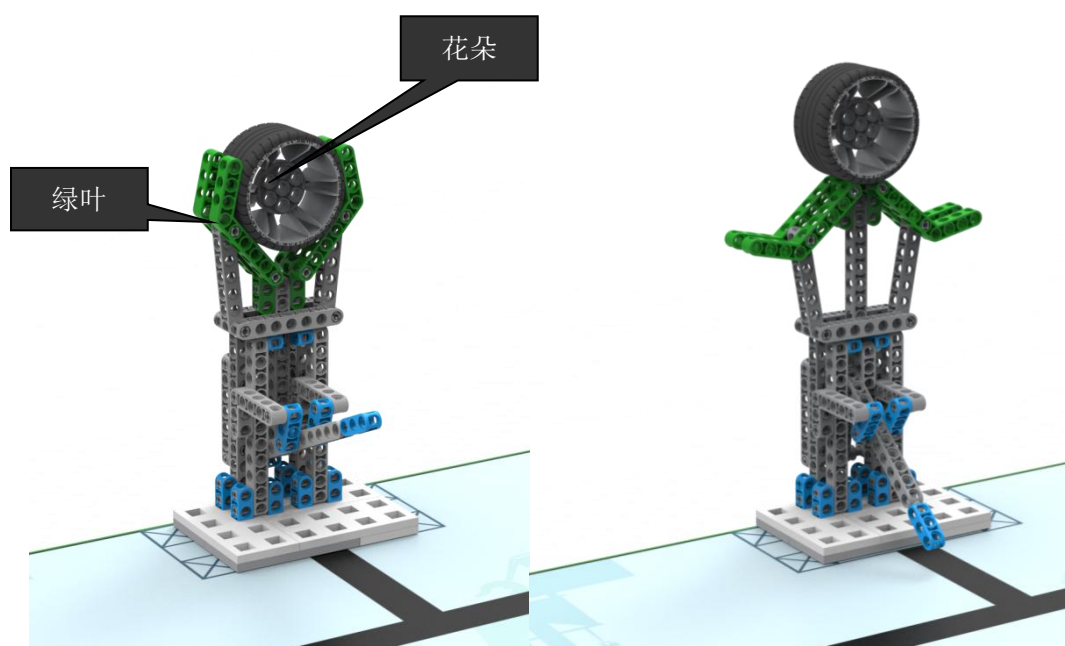

图 10 机器花模型
2.10.1 二层场地上有一朵绿叶包裹的机器花，如图10所示。